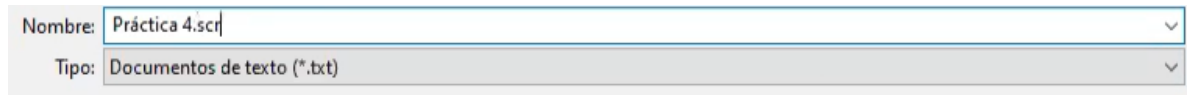

Figura 239. Nombre del archivo.
42. En el bloc de notas, borrar las dos comas que se encuentran después del comando `_pline` y guardarlo como archivo de texto con extensión “.scr”. Figura 239.